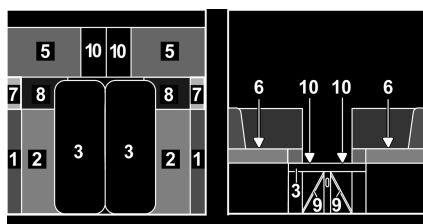

Fig. 138 Durante la transformación
- Enganchar las tablas de suspensión para el ensanchamiento del banco longitudinal (Fig. 138,6) y colocar los cojines correspondientes (Fig. 138,7 y 8) encima.
- Transformar la mesa (Fig. 138,3) en base de cama (véase apartado 7.7).
- Tirar del tirador y abrir la trampilla (Fig. 138,9) de las prolongaciones del banco.
- Plegar las prolongaciones del banco (Fig. 138,10) hacia arriba y colocar una cuña con las trampilla.